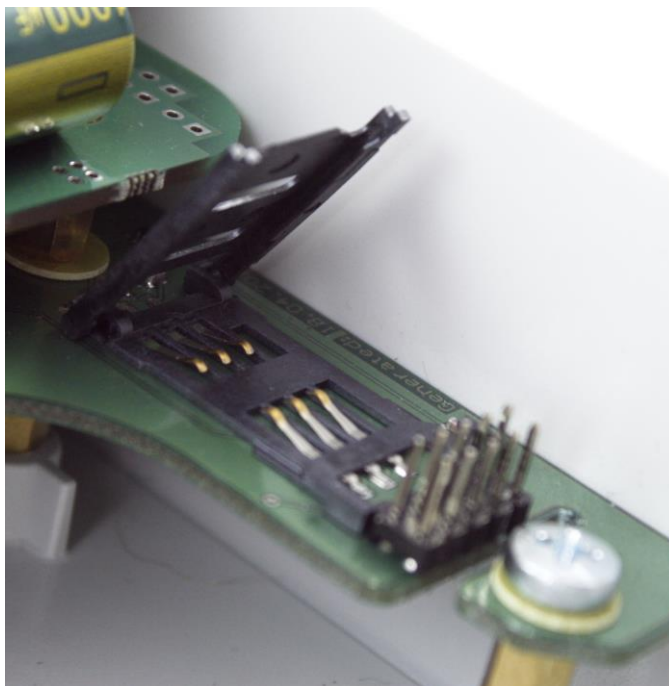

Рисунок 2.3
2) Открыть держатель SIM карт (см. Рисунок 2.3.)